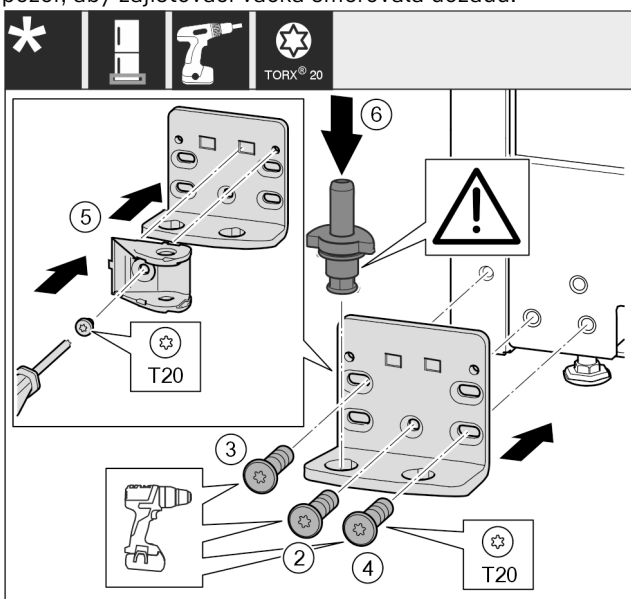

Fig. 21 \*
- ▶ Nasadte stojan ložiska na druhé straně a přišroubujte pomocí šroubováku. Začněte šroubem Fig. 21 (2) dole uprostřed.\*
- ▶ Utáhněte šroub Fig. 21 (3) a šroub Fig. 21 (4).\*